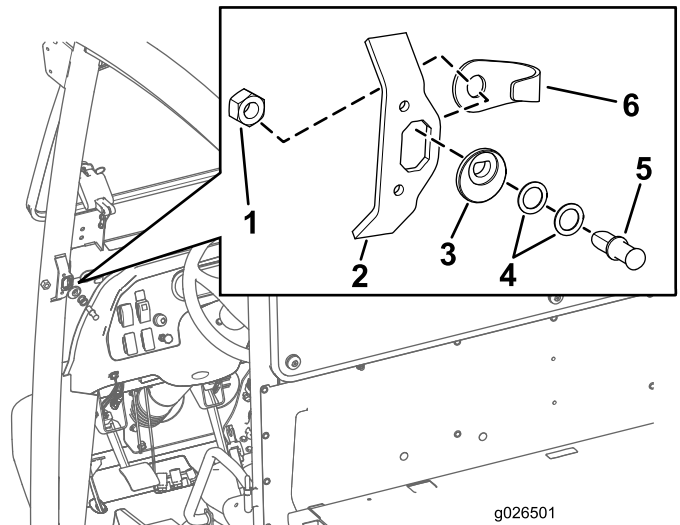

Figura 5
1. Alinee la leva del tope de enganche con el hueco del cerradero en la posición mostrada en Figura 5.
2. Introduzca el tope de enganche (al principio sin arandelas) por la leva del tope (Figura 5).
3. Posicione el protector del tope y la tuerca hexagonal (7/16 pulgada) en la parte trasera del hueco de la placa del cerradero (Figura 5).
4. Apriete la tuerca hexagonal (7/16 pulgada) sobre el tope de enganche con los dedos solamente (Figura 5).